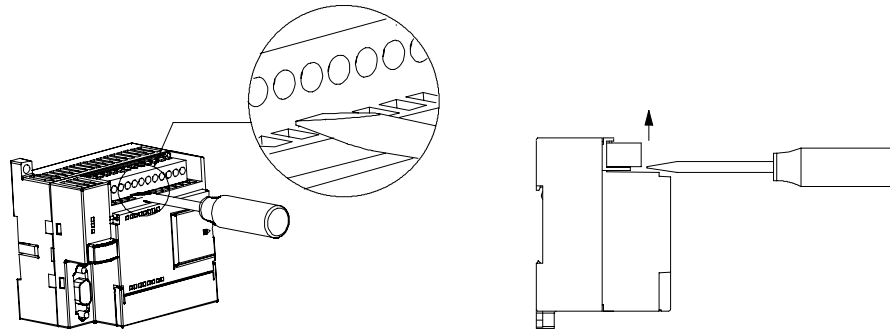

Figura 3-2 Smontaggio della morsettiera
3. Estrarla facendo leva con il cacciavite sulla custodia dell'S7-200 (vedere la figura 3-2).